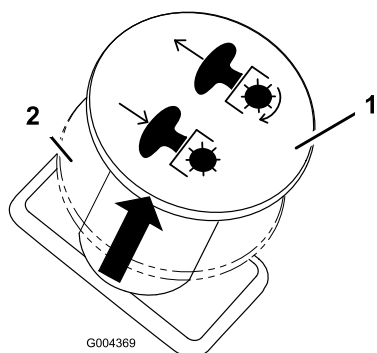

Figure 13
3. Tirez sur la commande des lames pour engager les lames (Figure 13).
Poussez la commande des lames en position Désengagée pour désengager les lames (Figure 13).